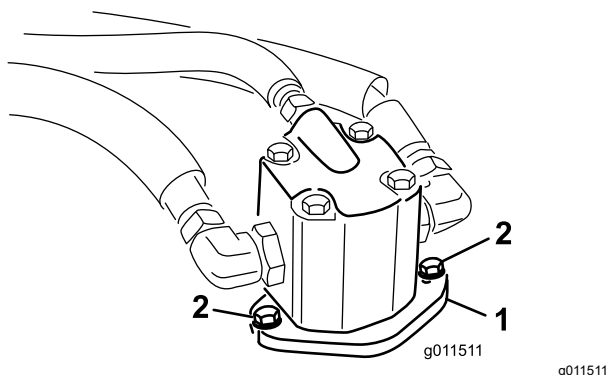

Figura 116
4. Retire os parafusos que fixam o motor hidráulico à plataforma do cortador (Figura 116).